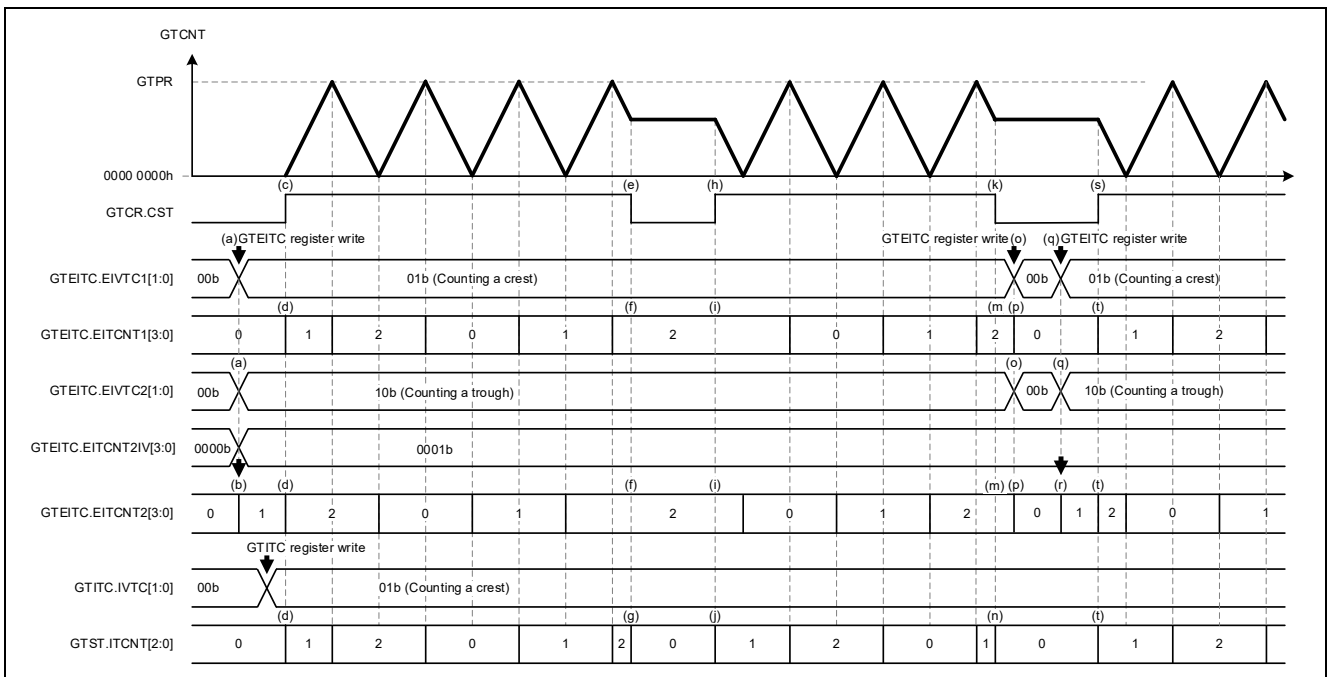

図 1-10 割り込み間引きカウンタの動作例
拡張割り込み間引きと GTITC レジスタによる割り込み間引きのカウンタの動作例を図 1-10 に示します。
EITCNT2 の初期値：GTEITC レジスタへの書き込み時 (図 1-10 の(a)) に EITCNT2IV[3:0]の書き込み値を反映 (図 1-10 の(b))
- GTCNT カウント開始 (図 1-10 の(c))
EIVTCNT1、EIVTCNT2、ITCNT はアップカウントを開始 (図 1-10 の(d))
- GTCNT のカウントを停止 (図 1-10 の(e))
EIVTCNT1 と EIVTCNT2：値を保持 (図 1-10 の(f))
ITCNT："000b"にリセット (図 1-10 の(g))
- GTCNT のカウントを開始 (図 1-10 の(h))
EIVTCNT1 と EIVTCNT2：保持した値の状態からアップカウント開始 (図 1-10 の(i))
ITCNT：アップカウントを開始 (図 1-10 の(j))
- GTCNT のカウントを停止 (図 1-10 の(k))
EIVTCNT1 と EIVTCNT2：値を保持 (図 1-10 の(m))
ITCNT："000b"にリセット (図 1-10 の(n))
(図 1-10 の(o))
EIVTCNT1 と EIVTCNT2 は"0000b"にリセット (図 1-10 の(p))
- 再度、EIVTCNT1 と EIVTCNT2 を間引く設定に変更 (図 1-10 の(q))
EIVTCNT2 に初期値が設定 (図 1-10 の(r))
- GTCNT のカウントを開始する (図 1-10 の(s))
EIVTCNT1、EIVTCNT2、ITCNT はアップカウントを開始 (図 1-10 の(t))